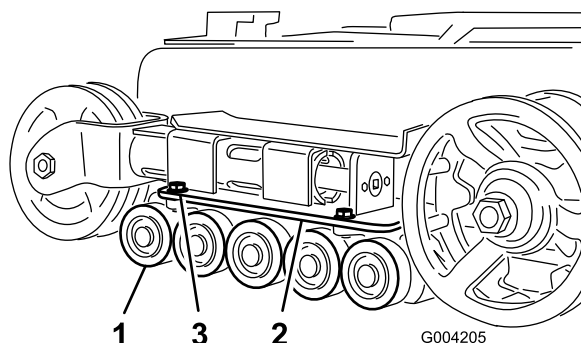

Figura 45
2. Retire los 4 pernos que sujetan cada guía de oruga inferior, que contienen las ruedas de rodaje, y retírelas (Figura 45).